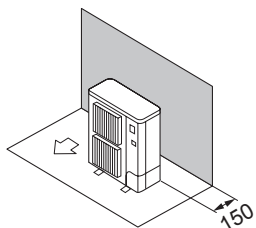

Fig. 2-7
- ① Enbart hinder på baksidan (Fig. 2-7)